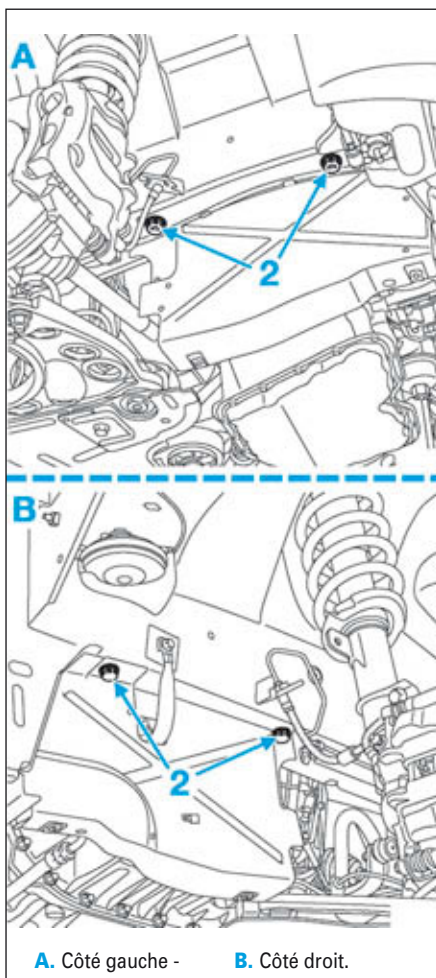

FIG.3
- Déposer les vis (2) (Fig.3) du protecteur droit et gauche puis les déposer.